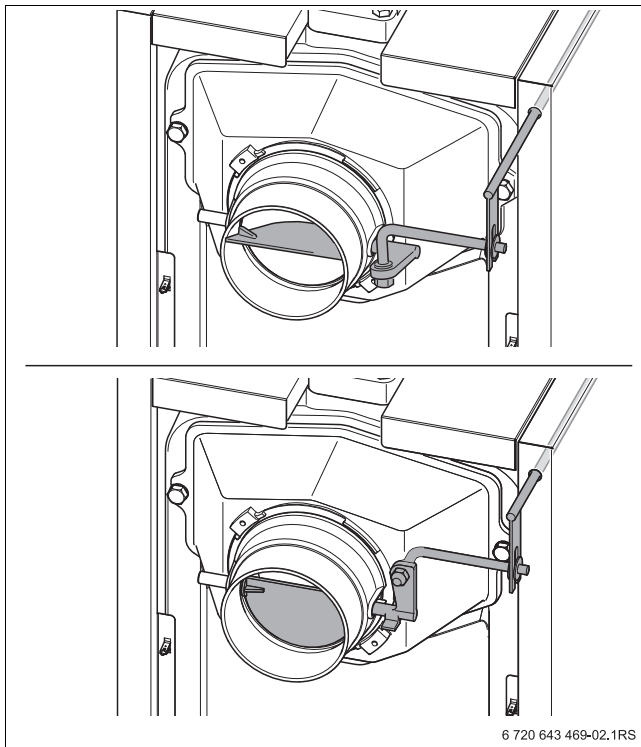

Рис. 31 Дымовая заслонка (вверху открыта; внизу закрыта)
- ▶ Чтобы предотвратить потери тепла в дымовой трубе, по возможности в зависимости от тяги прикройте дымовую заслонку (→ рис. 31, нижний).
- ▶ Если дымовые газы выходят плохо (недостаточная тяга), то снова откройте дымовую заслонку (→ рис. 31, верхний).
- ▶ Откройте дымовую заслонку для снижения выхода дыма в помещение при загрузке топлива (→ рис. 31, верхний).
- ▶ Закройте загрузочную дверцу [1] и дымовую заслонку (→ рис. 31, нижний).